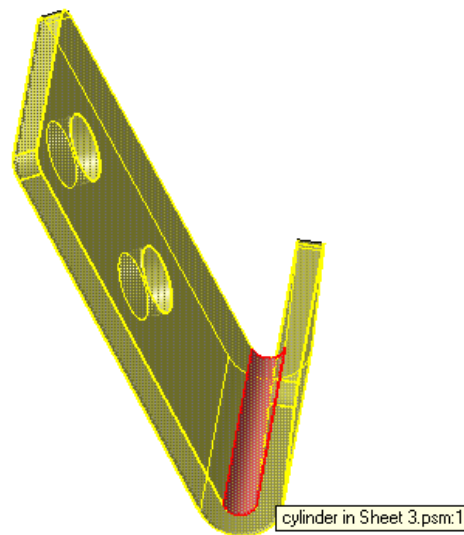

Figura 15
- Para finalizar este tutorial, arraste a **Engate** para a área de trabalho. Selecione a relação **Axial Align** e o bend indicado na *Figura 15*. Em seguida, clique sobre a **Alça** e sobre a superfície cilíndrica da *Figura 16*.